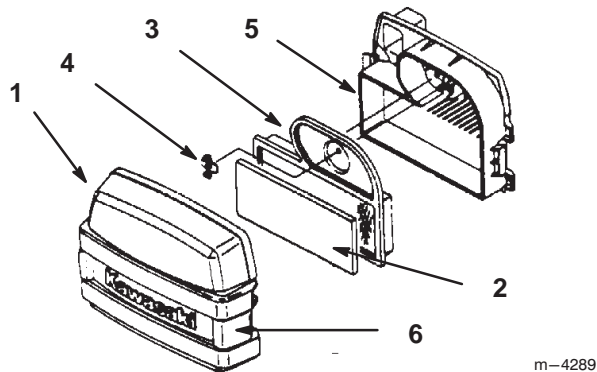

Bild 20
2. Reinigen Sie den Bereich um den Luftfilter herum, um zu verhindern, dass Schmutz in den Motor fällt und Schäden verursacht. Lösen Sie beide Seitenriegel und nehmen die Luftfilterabdeckung heraus (Bild 20).
3. Schieben Sie den Schaumeinsatz vorsichtig vom Papiereinsatz herunter (Bild 20).
4. Schrauben Sie die Flügelmutter los und entfernen Sie den Papiereinsatz (Bild 20).
1. Schieben Sie den Schaumeinsatz vorsichtig auf den Papiereinsatz (Bild 20).
2. Schieben Sie die Schaum- und Papiereinsätze auf das Luftfilterunterteil und drehen die Flügelmutter auf (Bild 20).
3. Setzen Sie die Luftfilterabdeckung ein und verriegeln Sie sie (Bild 20).